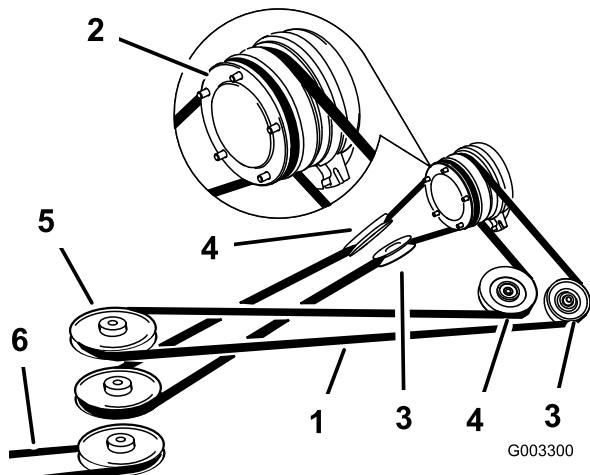

Bild 57
4. Ziehen Sie an der federgespannten Spannscheibe, um die Riemenspannung wegzunehmen (Bild 57).
6. Legen Sie den neuen Treibriemen um die Kupplungsscheibe, die verstellbaren Spannscheiben, die federgespannte Spannscheibe und die vordere der Dreier-Spannscheibeneinheit (Bild 57).